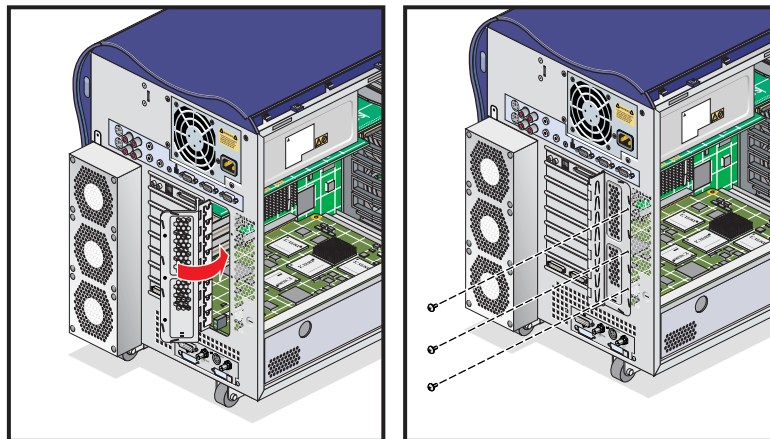

図 3-30 PCI ゲートを閉じる
6. PCI ゲートを閉じます。続いて 3 本のねじを取付けて、PCI ゲートを固定します（図 3-30 を参照）。